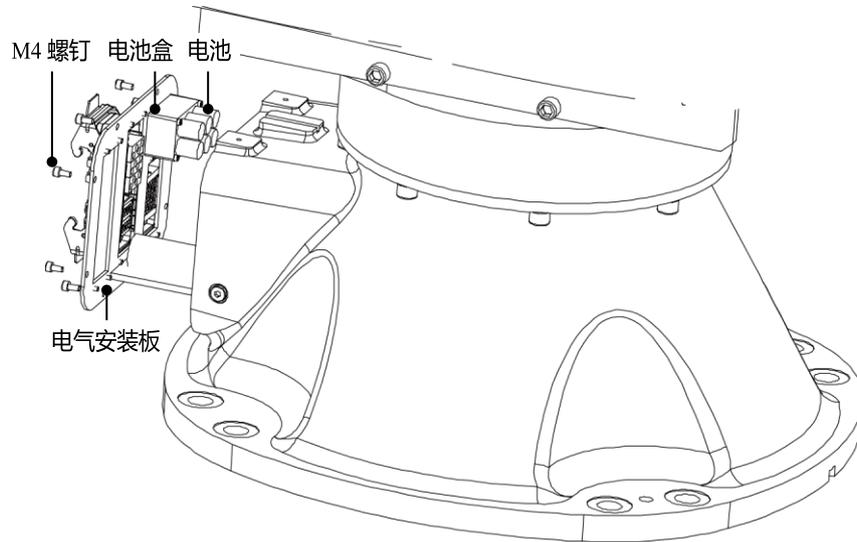

图 10-5 拆卸操作机电器安装面板
- 步骤3. 拆除 M4 螺钉，卸下操作机电器安装板，拆卸电池盒，如图 10-5 所示。